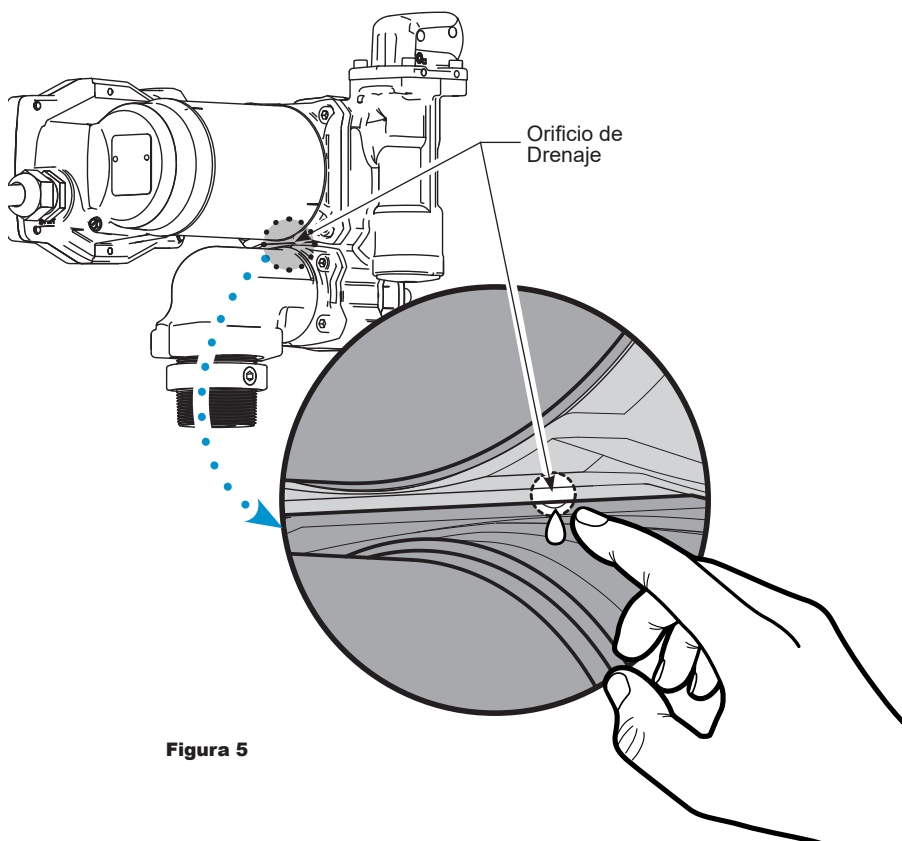

Figura 5
1. Ubique el orificio de drenaje pequeño debajo de la carcasa del motor, en la parte posterior de la carcasa de la bomba, para verificar si hay una fuga en el sello del eje del motor (vea la Figura 5).